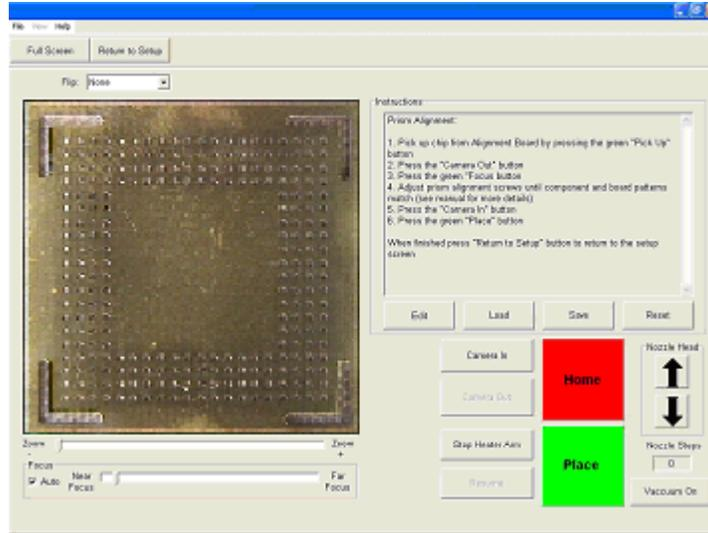

Figura 12
11. L'immagine nella finestra deve essere allineata come nella figura 12.
- xiv. Cliccare nuovamente col mouse sul pulsante verde per passare alla schermata di allineamento e abbassare il componente al punto di focalizzazione. (Figura 12)